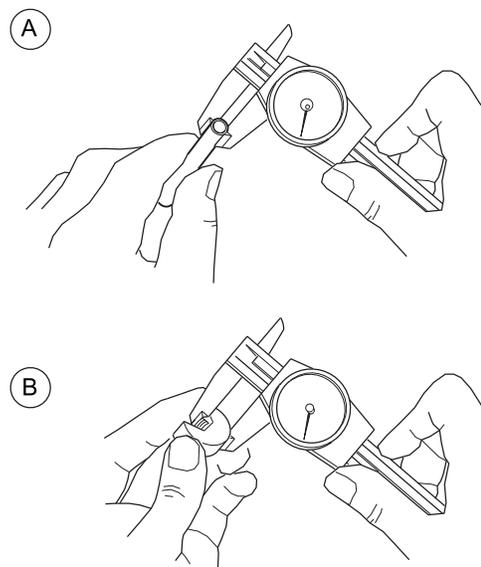

図 11：アーク・ギャップ・ゲージを設定する
1. ノギスまたはマイクロメーターを使用して溶接物の外径を測定し、その測定値を記録します [図 11 (A)]。
- 同梱の 3/32 インチ・サイズの六角レンチを使用して、表で確認した設定値にアーク・ギャップ・ゲージをセットします。アーク・ギャップ・ゲージの底部から、調節ネジの上部までを測定します [図 11 (B)]。